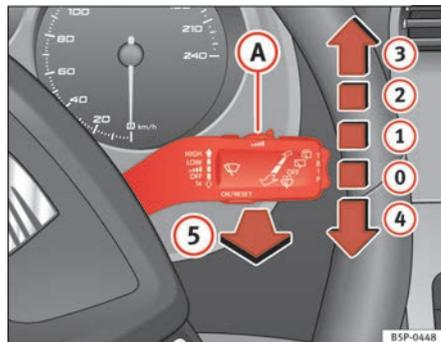

Fig. 84 Palanca del limpia-lavacristales
La palanca del limpiacristales ⇒ fig. 84 tiene las siguientes posiciones:
- Si se detiene el vehículo estando el limpiaparabrisas funcionando en la posición **2** ⇒ **página 130, fig. 84** o en la posición **3**, automáticamente comenzará a funcionar en una posición inferior. Si el vehículo reinicia la marcha, el limpiaparabrisas seguirá funcionando en la posición seleccionada originalmente